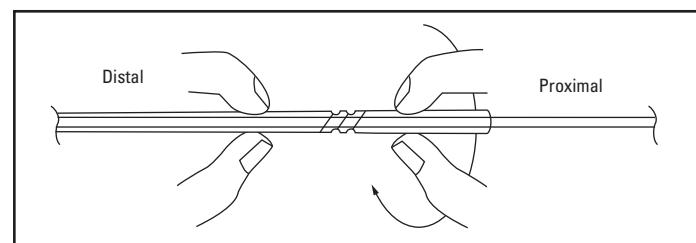

Figura 7. Tranque, rodando no sentido dos ponteiros do relógio
4. Assim que a Espiral IDC estiver liberta, avance cuidadosamente 2 mm para dentro da extremidade da bainha introdutora e, em seguida, engate novamente a torção-bloqueio (Figura 7).
- Tranque a Espiral IDC na posição, segurando a bainha introdutora cuidadosamente em ambos os lados do mecanismo de torção-bloqueio e rodando o lado proximal no sentido dos ponteiros do relógio (Figura 7).